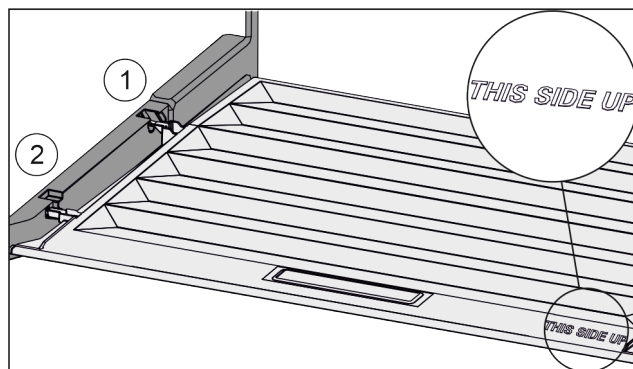

Fig. 95
- ▶ Вставить поперечные ребра крышки через отверстие заднего держателя *Fig. 95 (1)* и защелкнуть спереди в держателе *Fig. 95 (2)*.